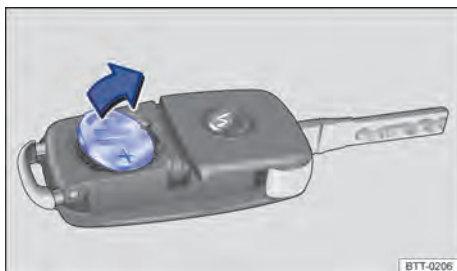

Fig. 22 Chave do veículo com comando remoto: remover a bateria.
- Remover a bateria do alojamento da bateria com uma ferramenta adequada → Fig. 22.
- Posicionar a nova bateria conforme indicado → Fig. 22 e pressionar no sentido contrário ao da seta para dentro do alojamento da bateria → .